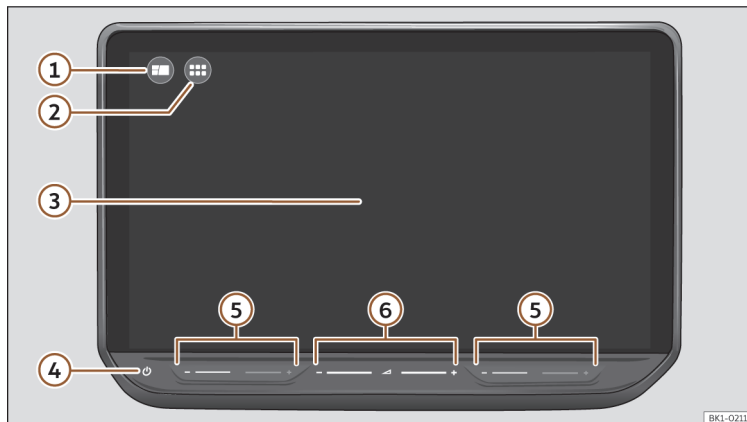

Fig. 176 Quadro geral: unidade de comandos.
Personalize o menu superior ou a vista HOME >>> **Fig. 176** ① para aceder rapidamente às suas funções favoritas ou às que utiliza com maior frequência.